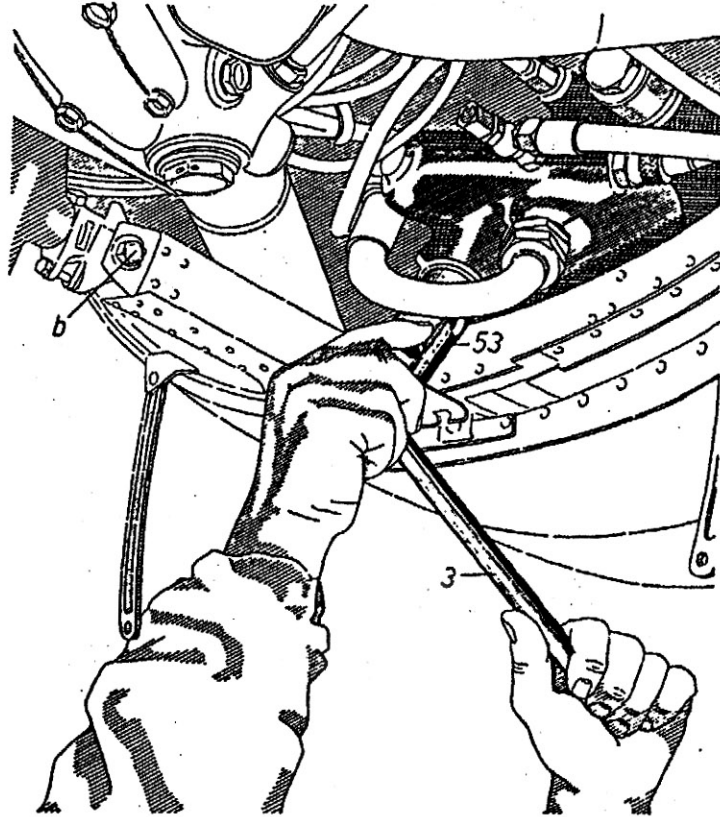

Abb. 31: Lösen der Verschlußmutter an Ölpumpe
**Verschlußschraube für Schlammablaß** an Ölpumpe mit Schlüssel (53) lösen und Dichtung abnehmen (s. Abb. 31). Schlüssel mit Hand gegendrücken, um ein Abgleiten zu vermeiden. **Deckel des Ölspaltfilters** bzw. entsprechenden Verschlußdeckel nach Abschrauben von 6 Kronenmuttern SW 10 mit Unterlegscheiben mittels Steckschlüssels (34) abnehmen. Bei festem Sitz Deckel mit Weichmetallhorn lockern. Spaltfilter von Hand herausziehen.
**Hinteres Haubenteil** zurückschieben. Dazu löse die Bolzen der Gelenkstücke an den Einlaßschwinghebelgehäusen der Zylinder 2, 4, 6, 8, 10 und 12 (s. b in Abb. 31) mittels Ringschlüssel (16) und treibe die Bolzen durch. Löse die Befestigungslasche des Duz-Gestänges für hintere Drosselringverstellung am Auslegebock des Haubenhinterteiles (s. Abb. 22) mit Steckschlüssel (34).
**Auspuffleitung** von den Abgasstutzen am Motor mit Steckschlüssel (73) abschrauben.